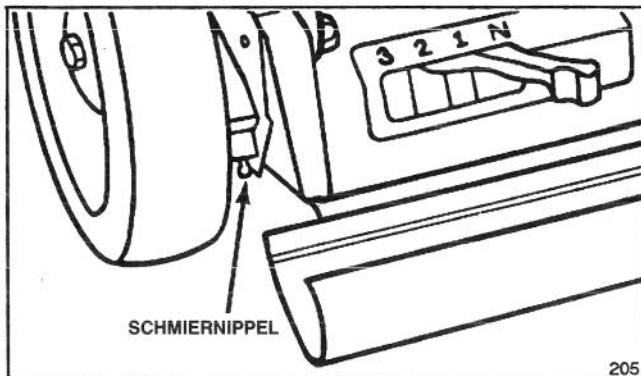

Abbildung 28
1. Stellen Sie die Schnithöheinstellung am Hinterrad auf 2" (51 mm) ein. Schmiernippel mit sauberem Tuch abwischen. (Abb. 28) Schmierpistole aufsetzen und zwei- bis dreimal leicht pumpen. Empfohlenes Schmiermittel: #2 Mehrzweckschmiermittel auf Lithiumbasis.